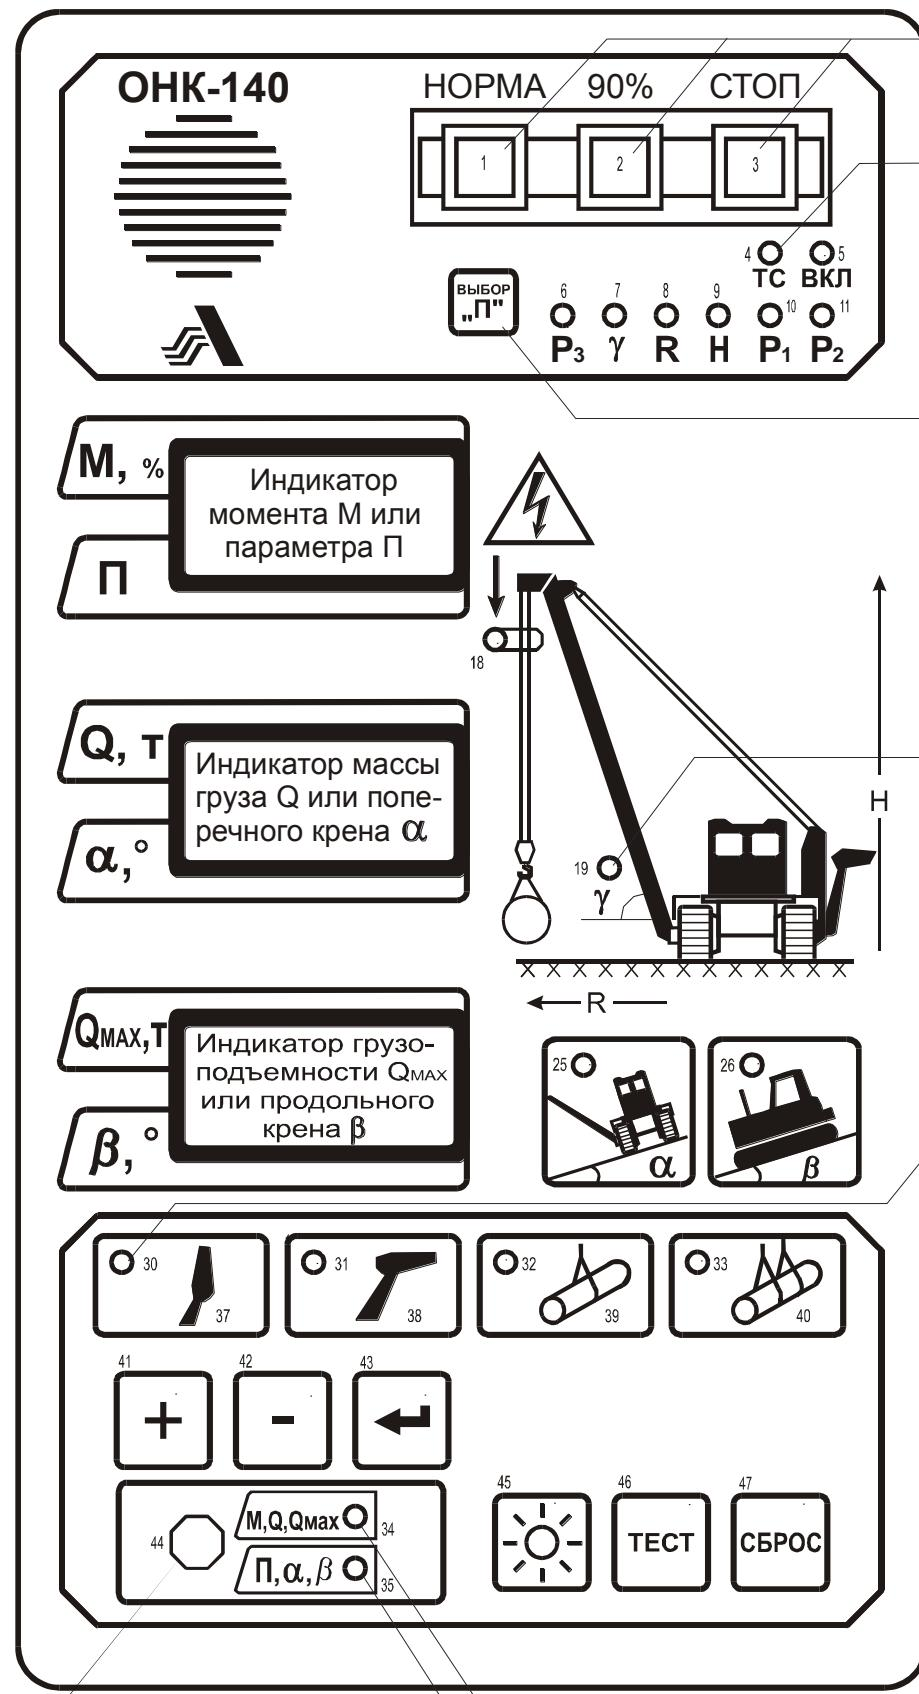

Рисунок 4 - Лицевая панель ограничителя ОНК-140-72
1.4.4 Управление работой ограничителя [ввод режимов работы крана, индикация режимов работы и (или) рабочих параметров крана] осуществляется с лицевой панели БОД (см. рисунок 4).